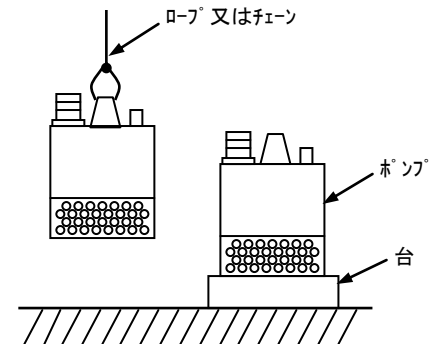

図 2
(1) 運搬ならびに据付時はケーブルを絶対に引っ張らないでください。取手又は、取手にロープを取りつけて行ってください。
(2) 非自動型はなるべく立置で、自動型は必ず立置でご使用下さい。水位センサーが正常に作動しなくなります。土砂の流入が多い場合や、ストレーナが埋没するような土砂の場合は、ポンプを強固なロープ又は、チェーンで吊るすか台の上にポンプを置いてください(図2)
(3) 土砂の多い場所で連続湧水運転を行いますと、ポンプが短期間に摩耗することがあります。水の集まりやすい場所を選んでお使いください。
(4) 配管及び据付時にポンプを壁などにぶついたり落とさないようにしてください。
(5) 配管末端は水中に入れないでください。ポンプを停止したとき逆流します。
(6) ケーブルは車のタイヤ等で踏まれないように設置してください。
(7) 排水槽はコンクリートのカス、紙、布、ビニール等が残らないよう十分清掃してください。
(8) 自動型の場合はセンサーに過大な衝撃を加たり、センサー周りに土砂等が固着すると正常に運転できなくなる可能性があります。